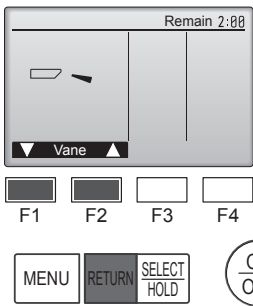

Fig. 8-4
- ② Appuyez sur la touche [SELECT/HOLD] (SÉLECTION/EN ATTENTE) pour afficher l'écran de fonctionnement des ailettes, puis appuyez sur les touches [F1] et [F2] pour contrôler le mouvement automatique des ailettes. (Fig. 8-4)